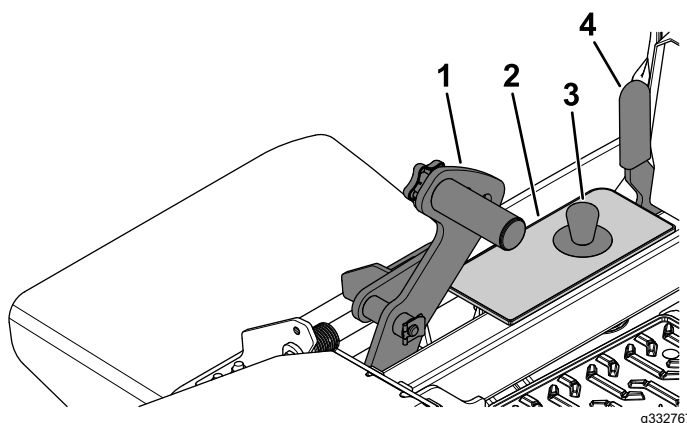

Figura 30
1. Apăsai complet în față pedala pentru ridicarea punii pentru a bloca puntea mainii de tuns iarba în poziția de TRANSPORT (de asemenea, poziția înălțimii de tăiere la 140 mm) conform Figura 30.
2. Pentru reglare, îndepărtai tiftul din consola pentru înălțimea de tăiere (Figura 30).
3. Selectai un orificiu din consola pentru înălțimea de tăiere care corespunde înălțimii de tăiere dorite i introducei tiftul (Figura 30).